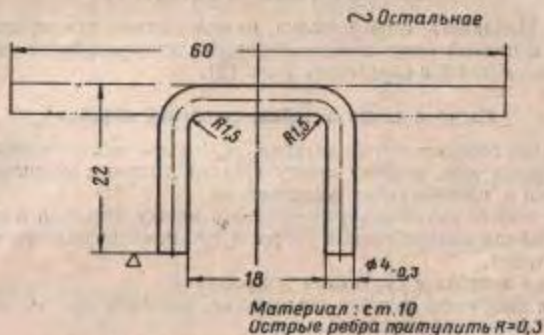
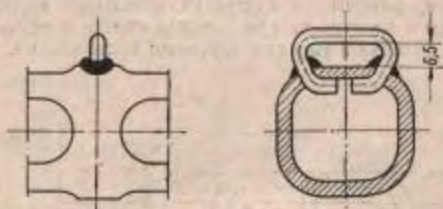

Рис. 14. Упрощенная антабка ствольной коробки
Рис. 15. Приварка упрощенной антабки к ствольной коробке
(II) Допускается изготовление упрощенной антабки по рис. 14. Удалить загнутую часть антабки, вставить в отверстия ствольной коробки концы изготовленной антабки, загнуть их при помощи гнетка с внутренней стороны, зажав антабку в тисках с медными прокладками, и приварить электродуговой сварной электродом Э34-3 (рис. 15).